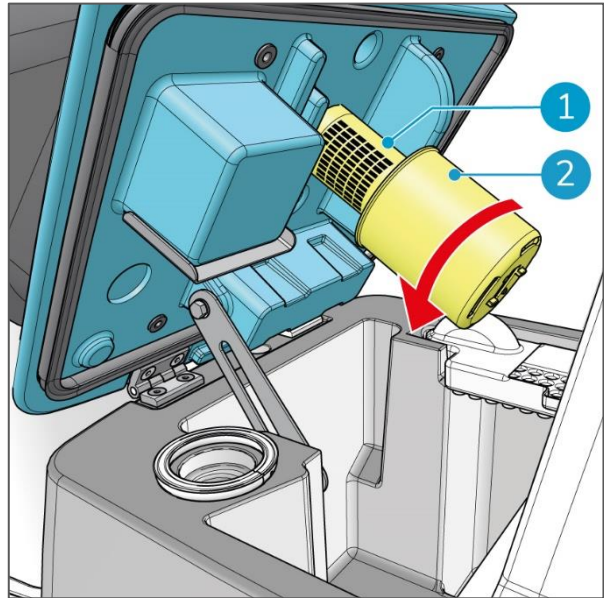

Figura 48
1. Ruotare il recipiente giallo in senso antiorario (Figura 48, pos 2) staccandolo dal separatore (Figura 48, pos 1).